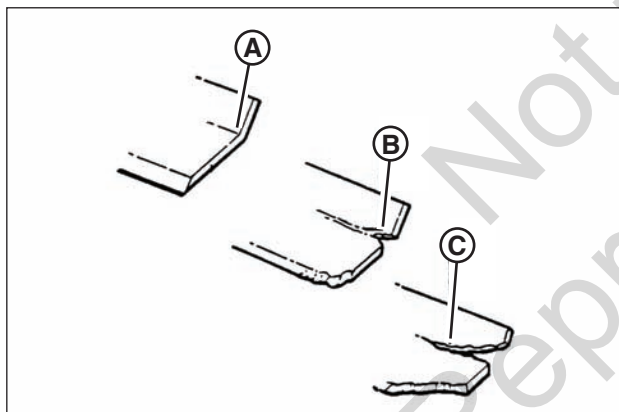

Figure 19: Limites d'usure de lame standard
1. Inspectez régulièrement la lame (**Figure 19**) pour détecter d'éventuels signes d'usure excessive ou des dommages :
- (A) Lame neuve
- (B) Limite d'usure (l'encoche commence)
- (C) Conditions dangereuses! Ne pas utiliser sur la tondeuse! Remplacez par une lame neuve.